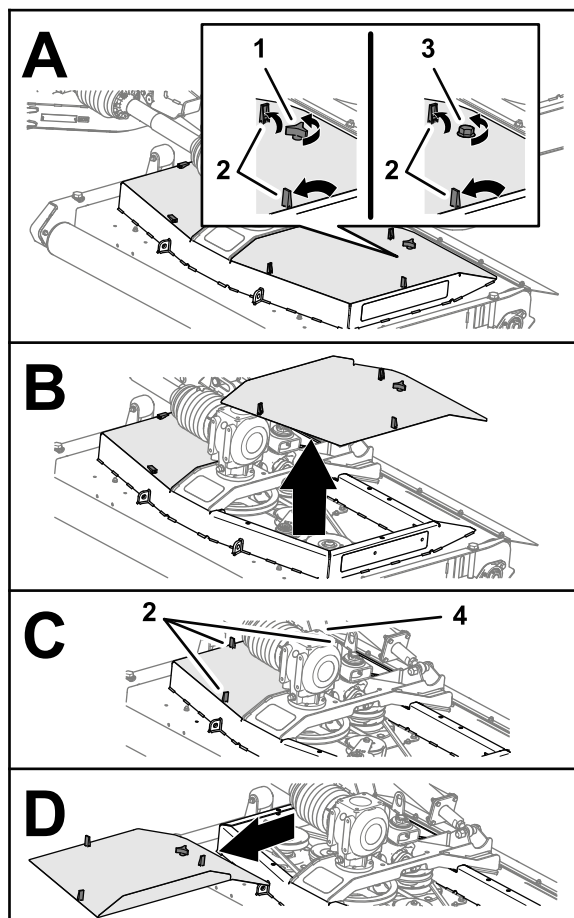

Figura 40
1. Solte os 3 trincos que prendem a tampa da plataforma do cortador (Figura 40).
2. Desaperte o manípulo ou parafuso (plataforma de cortadores CE) que prende a tampa da plataforma do cortador à plataforma do cortador (Figura 40).
4. Repita os passos 1 e 2 para a outra tampa (Figura 40).